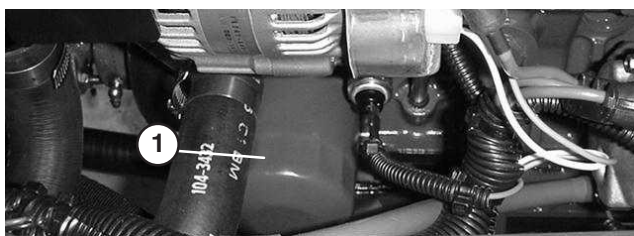

Figure 47
5. Déposez et remplacez le filtre à huile (Fig. 47).